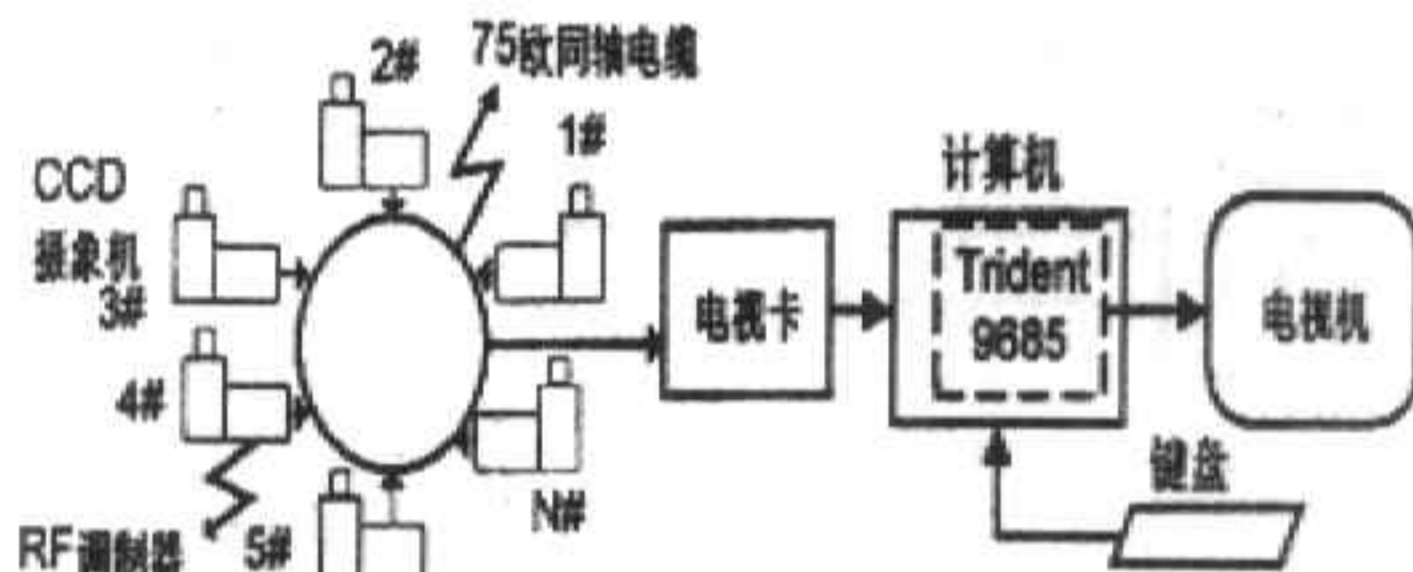

图 2 多点单线传输单屏切换监视
1. 多点监视:如图 2,摄像机输出信号经射频调制后单线(75 欧同轴电缆)传输,通过电视卡被计算机接收,再使用 Trident 9685 显示卡,在大屏幕电视机上多点切换显示。由于采用了廉价的 RF 调制器,成本低,可靠性高。还可以用软件实现自动运动目标识别,一般采用数字减影(即不同时刻的两幅图象的差图)算法。常用于工业生产现场和保安。